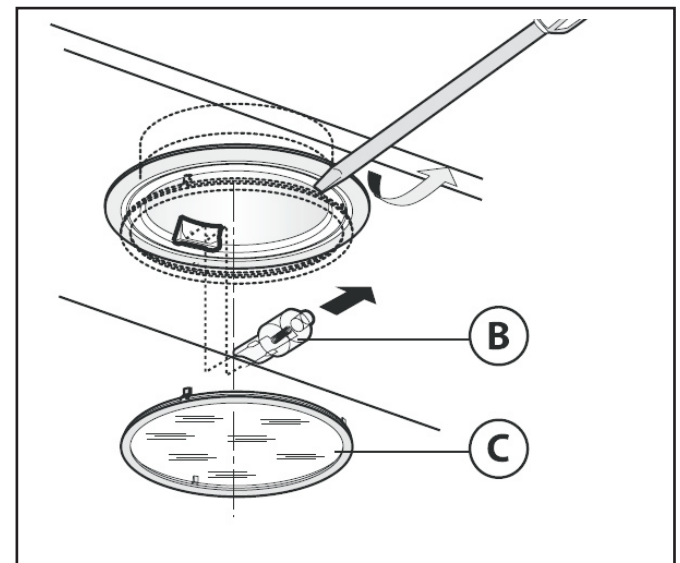

Fig.12
- Para realizar la sustitución de las bombillas (**Fig.12**), extraiga con precaución el anillo de cristal mediante un destornillador. Tire la misma lámpara y sustitúyala por unas del mismo tipo y características: **MAX 20W G4 12V**.